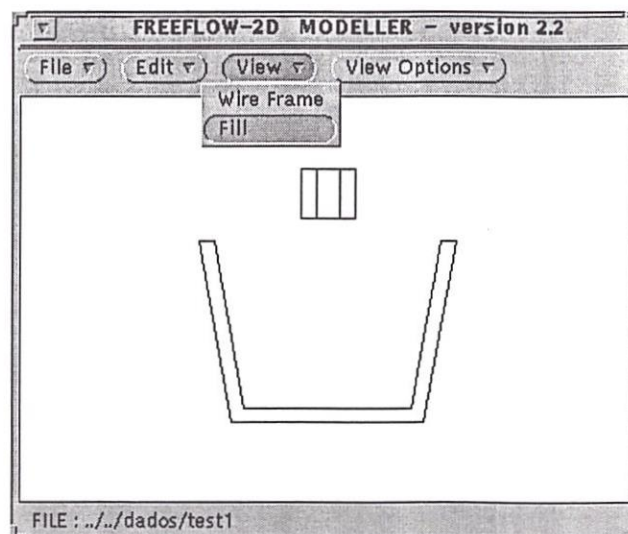

Figura 1.36: Opções do *View*
- *View*: o botão *View* tem duas opções, como mostra a figura 1.36.